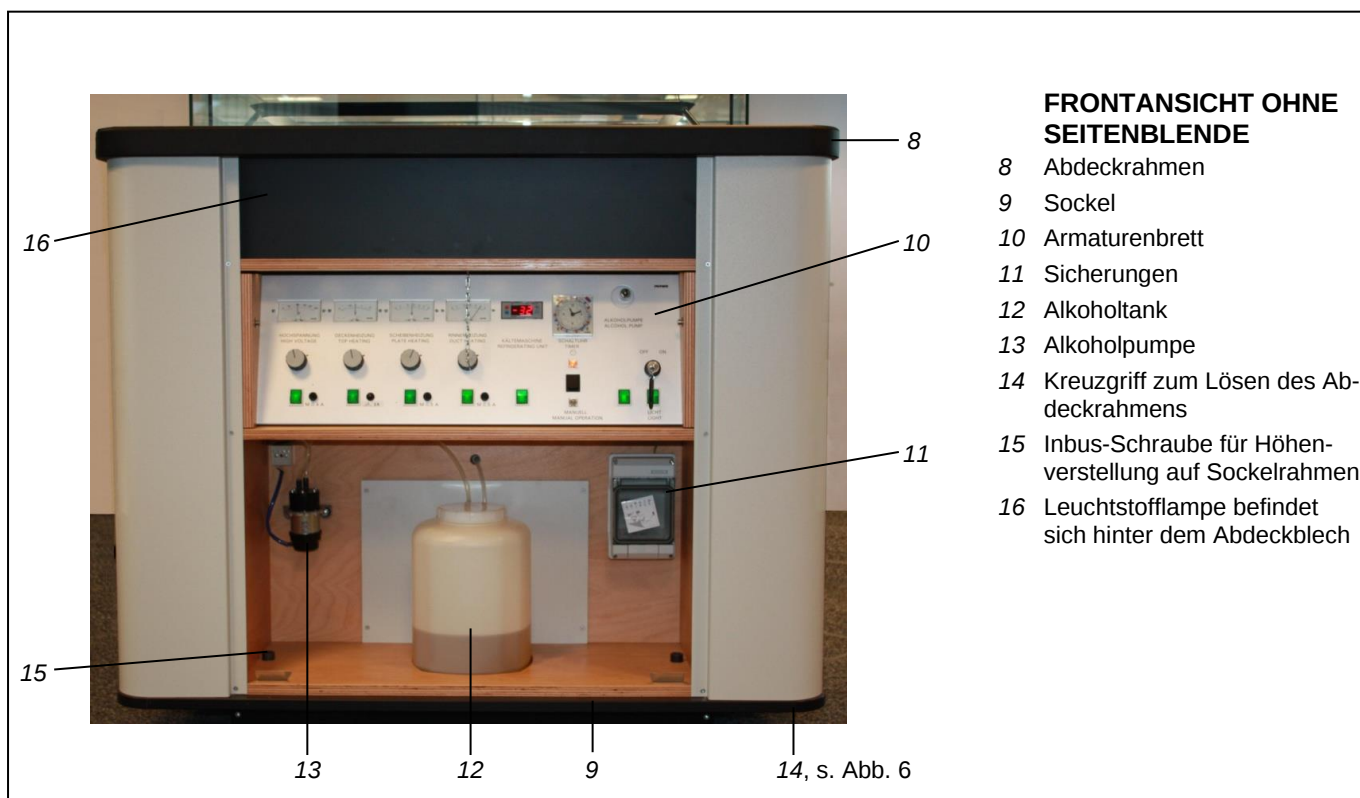
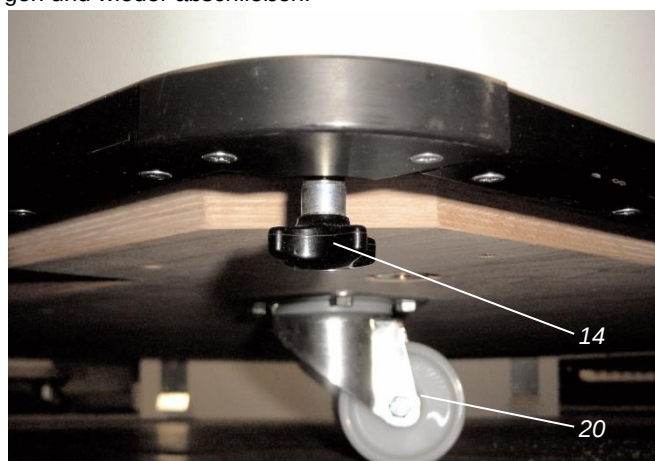

Abb. 3: Frontansicht der Großraum-Diffusions-Nebelkammer ohne Seitenblende.
Abb. 6: Unterseite der Großraum-Diffusions-Nebelkammer (ohne Sockel).
Zum Öffnen der 4 Seitenblenden schließt man die jeweiligen Schlösser auf, hängt die Sicherheitskette aus und hebt dann die Platte nach vorn heraus. Nach Abnehmen der vorderen Seitenblende (Abb. 3) sieht man zunächst das Armaturenbrett (10) mit den Bedienelementen. Hinter dem Armaturenbrett befindet sich die elektrische Ausrüstung. Im unteren Fach ist der Alkoholtank (12) und die Alkoholpumpe (13). Rechts im Fach ist ein Gehäuse mit drei automatischen Sicherungen (11) untergebracht.
Die Kammer sollte nach Möglichkeit in einem weitgehend verdunkelten bzw. verdunkelbaren Raum und auf einer tragfähigen Fläche aufgestellt werden. Der Fußboden muss so fest sein, dass Erschütterungen in der Kammer vermieden werden (Beton und Teppich). Bei abgenommenem Sockel (9) kann das Gerät auf den freistehenden Schwenkrollen (20, Abb. 6) zum Standplatz gefahren werden. Durch Drehen der Nivellierschrauben (15, Abb. 3) wird das Gerät angehoben und kann somit waagrecht aufgestellt werden, was mit beigefügter Wasserwaage leicht möglich ist.
Das Auswechseln der Leuchtstofflampen (16) kann nach Abnehmen des Abdeckrahmens (8, Abb. 3) leicht vorgenommen werden. Hierzu sind vorher die 4 Kreuzschrauben (14, Abb. 6) zu lösen. Bei abgenommenem Rahmen können nach Lösen der Rändelschrauben die schwarz lackierten Abdeckbleche herausgenommen werden. Die Leuchtstofflampen sind jetzt frei zugänglich. Diese Arbeiten dürfen nur im stromlosen Zustand der Kammer (**Netzstecker ziehen**) durchgeführt werden.